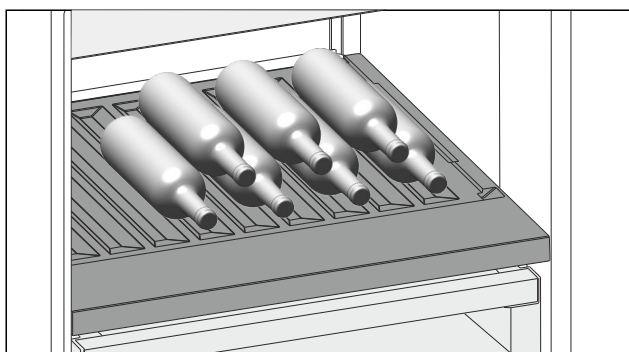

Fig. 97
- Stavite boce s dnom prema stražnjoj stijenci hladnjaka. (pogledajte Fig. 97)